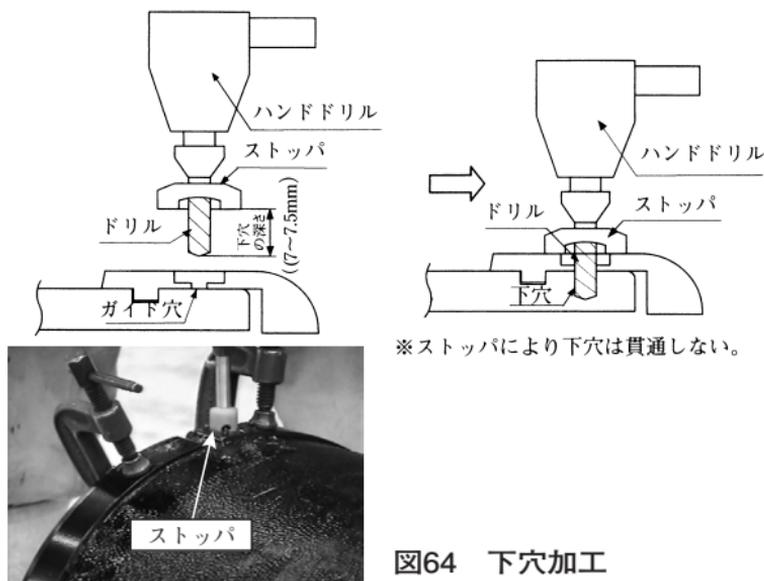

図64 下穴加工
- ④専用のストップ付ドリルの下穴の深さが7～7.5mmであることを確認し、切管用挿しロリングのガイド穴に合わせて、所定の深さの下穴を加工する（図64参照）。このとき、下穴は管の中心に向かってまっすぐ加工する。加工終了後は下穴から切屑を除去する。